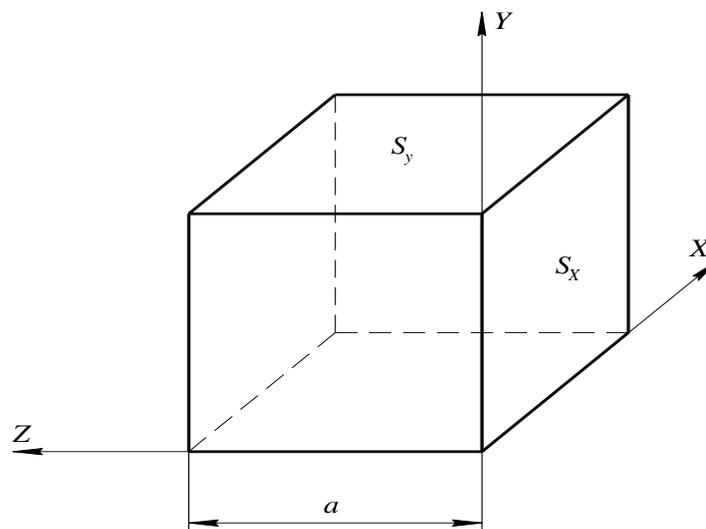

рис. 4
4. Определить среднюю температуру кубика с внутренними источниками тепла плотностью  $q = 2000$  Вт/м3. Охлаждение кубика конвективное и осуществляется по поверхностям  $S_x$  и  $S_y$  (рис. 4), если известны следующие параметры: длина ребра  $a = 0,5$  м; коэффициент теплоотдачи поверхности  $S_x$ ,  $\alpha_x = 8$  Вт/м2К; коэффициент теплоотдачи поверхности  $S_y$ ,  $\alpha_y = 25$  Вт/м2К; коэффициент теплопроводности  $\lambda_x = 10$  Вт/м·К; коэффициент теплопроводности  $\lambda_y = 60$  Вт/м·К;